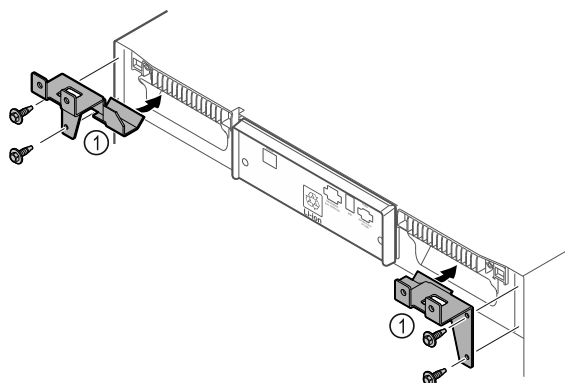

Fig. 49
- Monter les pièces de retenue Fig. 49 (1) sur l'appareil à l'aide de vis autotaraudeuses.